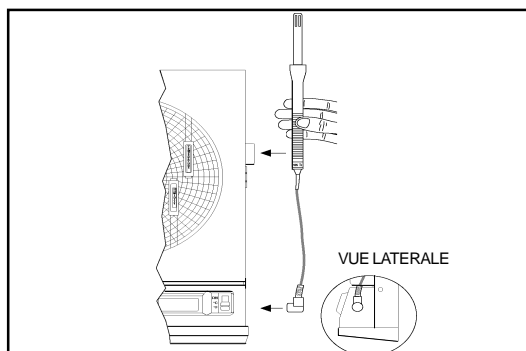

Figure 5 - Installation du capteur
2. Branchez le connecteur du capteur. Vérifiez que le câble du capteur n'est pas tordu. Pour assurer un bon fonctionnement poussez le capteur vers le haut de sorte que ses prises d'air se trouvent au dessus du boîtier (Fig.5).